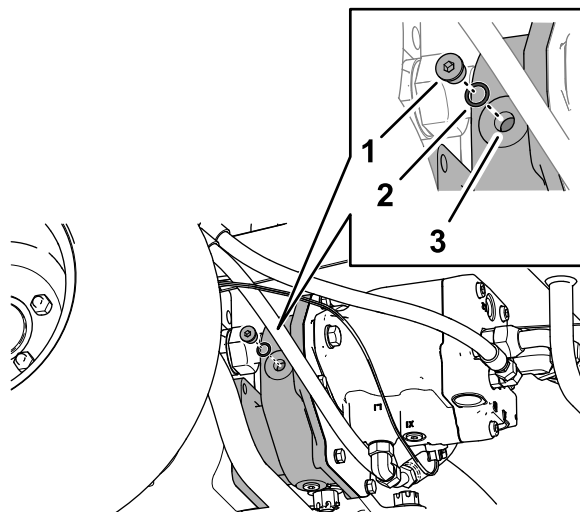

Figure 146
2. Retirez le bouchon de contrôle/remplissage du côté gauche du carter de réducteur (Figure 146).